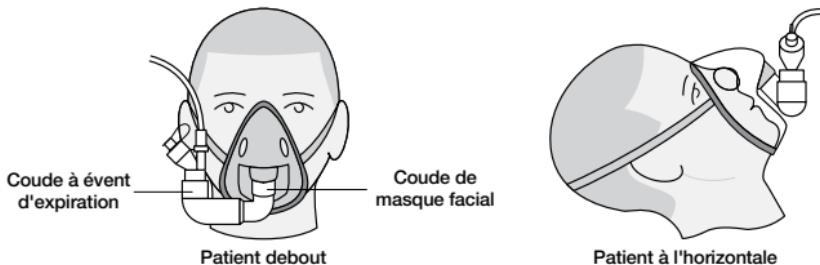
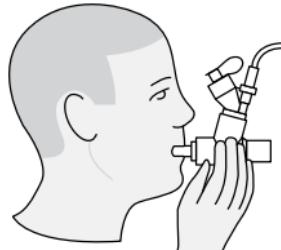

Figure 9. Raccordement à un masque
Figure 10. Raccordement à un embout buccal
Remarque : Pour une utilisation avec d'autres accessoires, se rapporter aux figures 9, figure 10 et figure 11.
2. Faire pivoter le coude à événement d'expiration pour l'adapter à la position du patient (figure 9).
Lors de l'utilisation d'un embout buccal, raccorder le nébuliseur à la pièce en T puis raccorder la pièce en T à l'embout buccal en emboîtant solidement les pièces l'une dans l'autre (comme illustré à la figure 10).
Avertissement : Pour garantir le bon déroulement de la nébulisation, maintenir le nébuliseur en position verticale (figures 9 et 10).